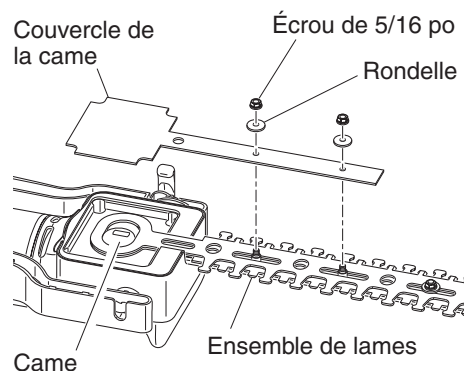

Figure 18 - Retrait du couvercle de la came
3. Retirez les deux boulons de 5/16 po situés près du corps du taille-haie, puis soulevez le couvercle de la came (consultez la Figure 18). Ces pièces sont fournies avec la nouvelle lame; vous n'en aurez donc plus besoin.
4. Faites tourner la came de façon qu'elle soit alignée avec la rainure de l'ensemble de lames (consultez la Figure 18).